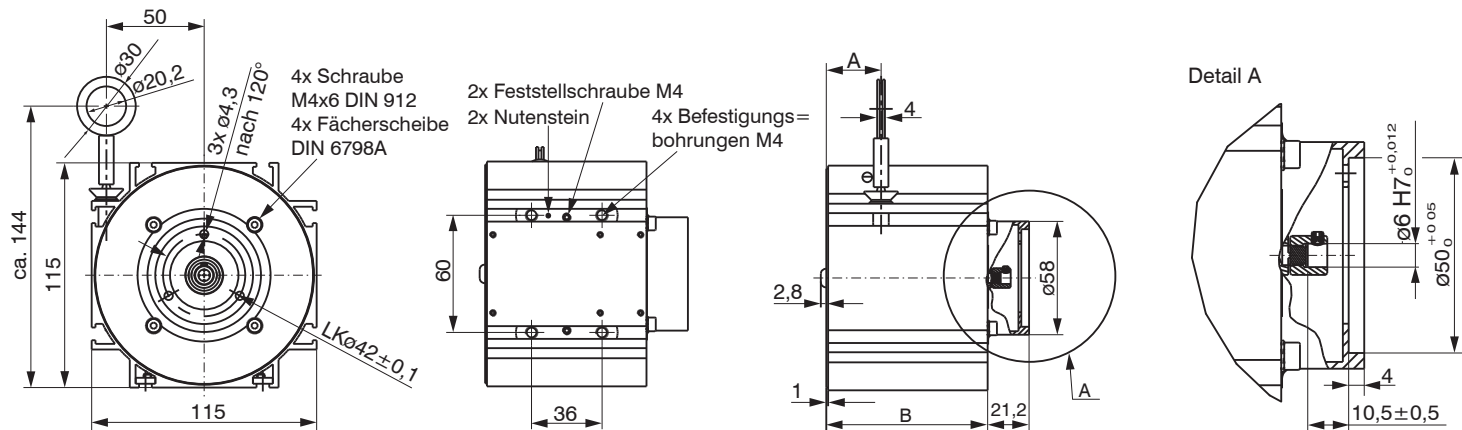

Abb. 4 Baureihe WDS-P115-M, Abmessungen in mm, nicht maßstabsgetreu
- Baureihe P115: 4x M6 DIN 931 und 2 Nutensteine, siehe Abb. 4.